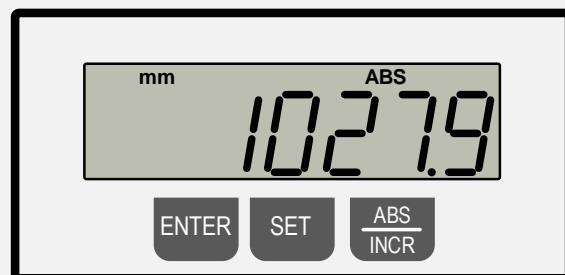

Abbildung 4: Anzeige abweichend vom Referenzmaß
- Beide Tasten los lassen und den Anschlag von Hand verschieben, bis die Anschlagklappe das Skalenmaß **1000,0 mm auf dem Lineal exakt erreicht hat**. In diesem Beispiel erscheint eine abweichende Digitalanzeige von 1027,9 mm (siehe ⇒ Abbildung 4).